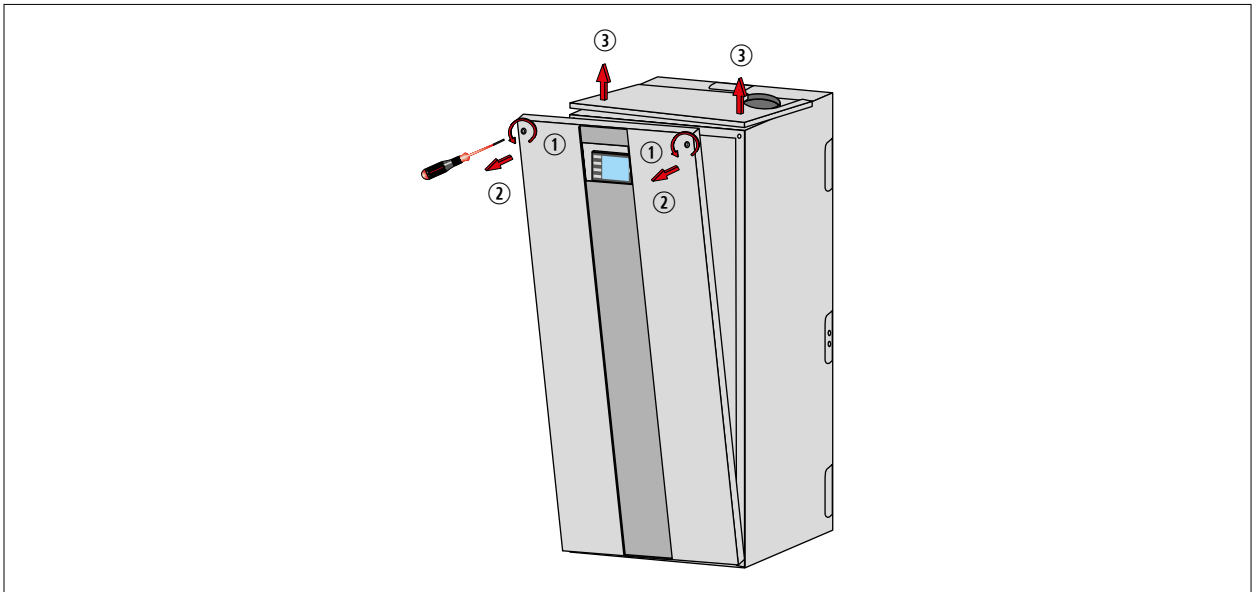

Fig. 5.2 Desmontar el revestimiento
- ▶ Desmontar el revestimiento (Fig. 5.2 Desmontar el revestimiento).